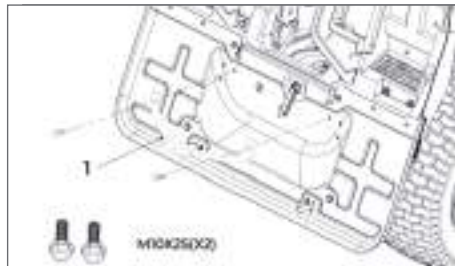

Рис. 10
6.9 Установка прицепного устройства (рис.10)
- Установите прицепное устройство (рис. 10, поз. 1) с помощью 2 болтов (M10x25).